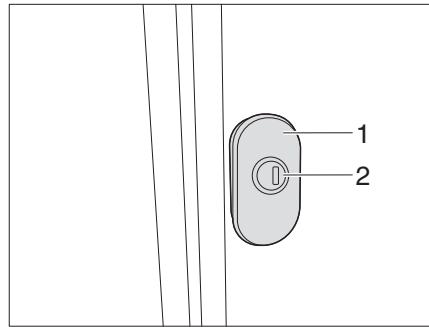
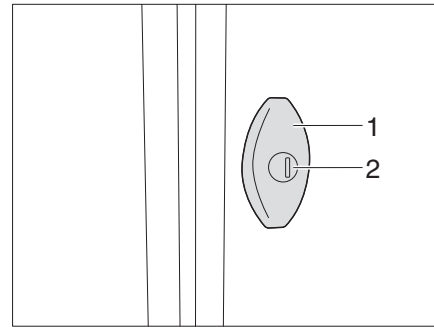

Bild 30 Drehspannschloss (Variante 1)
Bild 31 Drehspannschloss (Variante 2)
- Schlüssel in Schließzylinder (Bild 30/Bild 31,1) stecken und eine viertel Umdrehung drehen. Das Klappenschloss ist entriegelt.
- Am Drehspannschloss (Bild 30/Bild 31,2) ziehen und um 180° im Gegenuhrzeigersinn drehen. Die Außenklappe ist geöffnet.